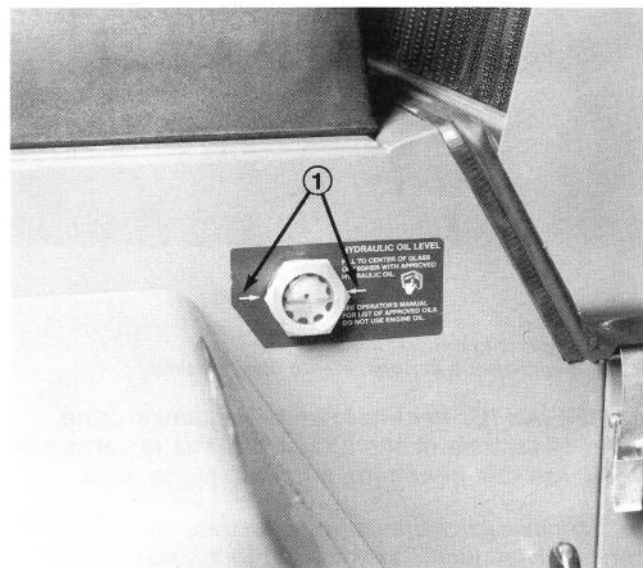
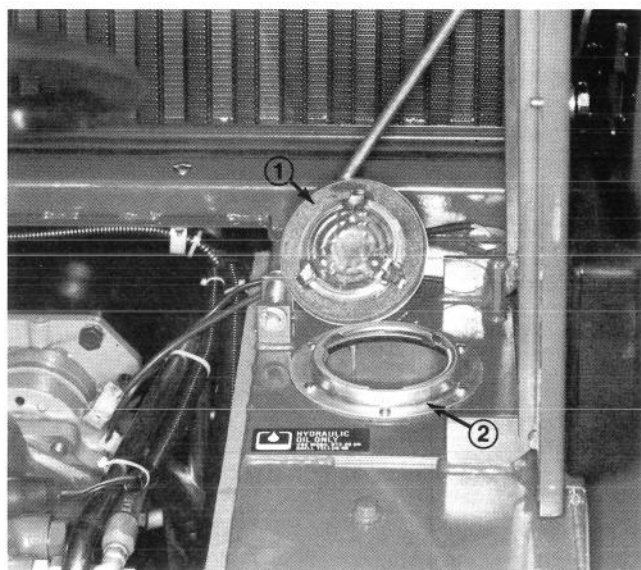

Fig. 43
Fig. 44
Il serbatoio idraulico ha una capacità di l.58. Quando la macchina è su un piano orizzontale, il livello dell'olio idraulico deve essere tra mm.6 e mm.12 sotto le frecce della spia di livello, quando l'olio è freddo. L'olio caldo deve essere allineato con le frecce sulla spia di livello (Fig. 43). Se il livello è basso, rabboccare con olio idraulico. Vedi Specifica dell'olio idraulico (Pag. IT-7).
2. Pulire attorno al coperchio del serbatoio (Fig. 44), rimuovere il coperchio e rabboccare con olio idraulico fin quando non sarà allineato con le frecce della spia di livello (Fig. 43).
4. Quando le unità falcianti sono sollevate e l'olio è caldo, osservare la spia di livello (Fig. 43). Se l'olio idraulico non è allineato con le frecce, rabboccare fino a portarlo al giusto livello. Non riempire completamente se l'olio è freddo.
6. Guardare la spia di livello (Fig. 43): quando l'olio è caldo, l'olio deve trovarsi allineato con le frecce. Se il livello è basso, versare dell'olio idraulico nel serbatoio. Vedi Specifica dell'olio idraulico (pag. IT-7).